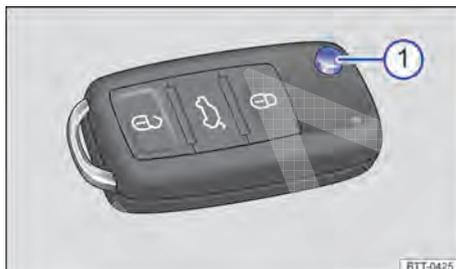

Fig. 44 Chave do veículo com comando remoto.
Pressionando o botão → Fig. 44 ① a haste da chave é destravada e rebatida para fora.
i Se os botões da chave do veículo com comando remoto → Fig. 44 ou um dos botões do travamento central (→ Página 59, *Travamento central e sistema de travamento*) forem acionados repetidas vezes em um curto intervalo de tempo, ocorre um desligamento temporário do travamento central para proteção contra sobrecarga. Nesse caso, o veículo fica destravado. Travar o veículo se necessário.